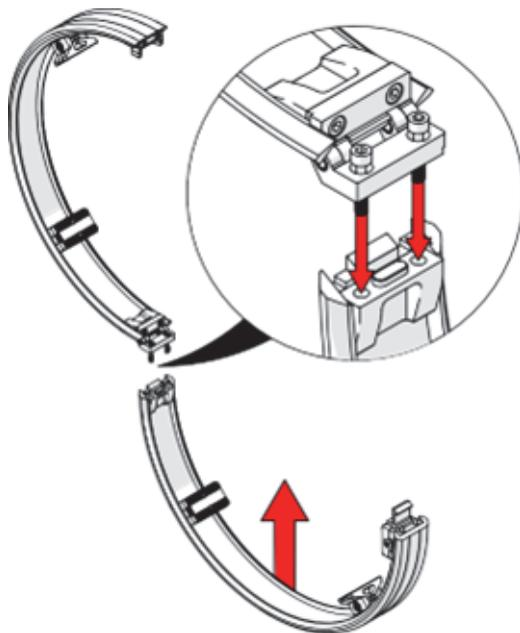

图1-14 连接环形带的两个半环
1. 在铰链处将环形带的两部分合在一起（参见第34页的图1-14）。